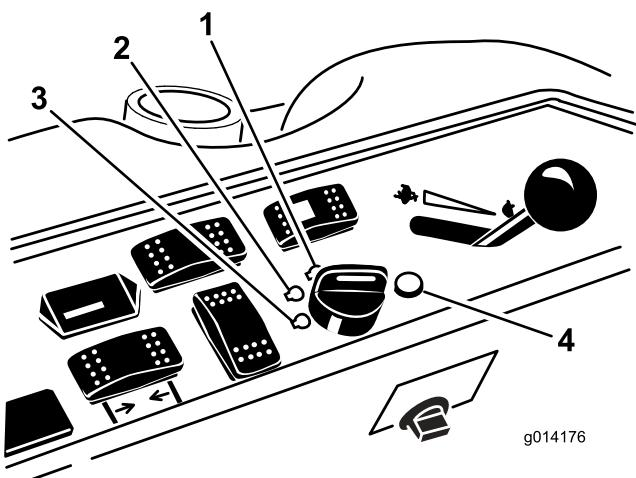

Рисунок 12
6. Поверните ключ в замке зажигания по часовой стрелке в положение Run ("Работа") (Рисунок 12).
3. Поверните ключ в замке зажигания в положение "Выкл." (Рисунок 12). Прежде чем покинуть рабочее место, дождитесь остановки всех движущихся частей.